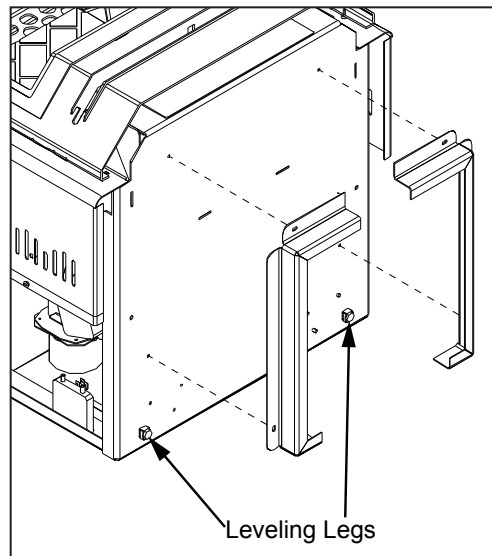

Figure 8: piédestal installation
Il ya deux parties à l'insert piédestal Meridian et ils peuvent être trouvés à l'intérieur de la trémie. Placez l'unité sur son dos. Deux (2) vis à tête hexagonale sont utilisés sur chaque côté du socle (voir figure 8). Utilisation d'une "clé de 5/16 po ou socket fixer le socle au bas de l'appareil.